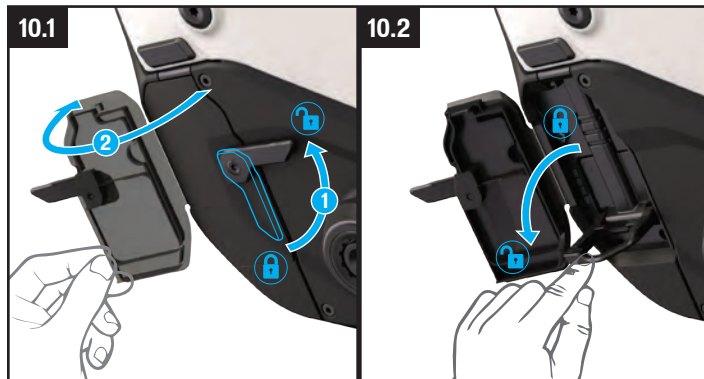

Fig. 10.1
- Sätt tillbaka ledningsmattans kontakt i porten och vrid tillbaka spaken till stängt läge. Stäng sedan laddningsportens lock för hålla tätt mot vatten och skräp (Fig. 10.1).